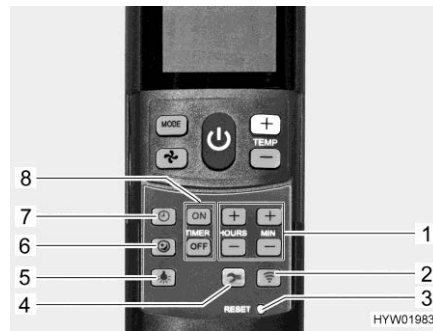

Bild 124 Fernbedienung mit Einstell-tasten (Klimaanlage)
Sanftlauf einschalten: ■ Taste Sanftlauf (Bild 124,6) drücken. Im Kühlbetrieb läuft das Gebläse dann mit niedriger Drehzahl und deshalb besonders leise.
Uhrzeit einstellen: ■ Taste Uhrzeit (Bild 124,7) drücken.
■ Mit den Tasten (Bild 124,1) Stunden und Minuten einstellen.
Einschaltzeit programmieren: ■ Taste "ON" (Bild 124,8) drücken.
■ Tasten für die Zeiteinstellung (Bild 124,1) drücken, bis die gewünschte Zeitspanne bis zum Einschalten erreicht ist.
■ Taste "ON" (Bild 124,8) drücken.
Ausschaltzeit programmieren: ■ Taste "OFF" (Bild 124,8) drücken.
■ Tasten für die Zeiteinstellung (Bild 124,1) drücken, bis die gewünschte Zeitspanne bis zum Ausschalten erreicht ist.
■ Taste "OFF" (Bild 124,8) drücken.
Timer deaktivieren: ■ Taste "ON" oder Taste "OFF" (Bild 124,8) erneut drücken.
Beleuchtung einschalten: ■ Taste Licht (Bild 124,5) drücken. Das Licht wird mit der zuletzt eingestellten Dimmstufe eingeschaltet.
Beleuchtung dimmen: ■ Taste Licht (Bild 124,5) drücken und gedrückt halten, bis die gewünschte Helligkeit erreicht ist.
Beleuchtung ausschalten: ■ Taste Licht (Bild 124,5) drücken.
▷ Die Taste Setup (Bild 124,4) dient dazu, die Fernbedienung bei der ersten Inbetriebnahme mit der Klimaanlage zu verbinden.